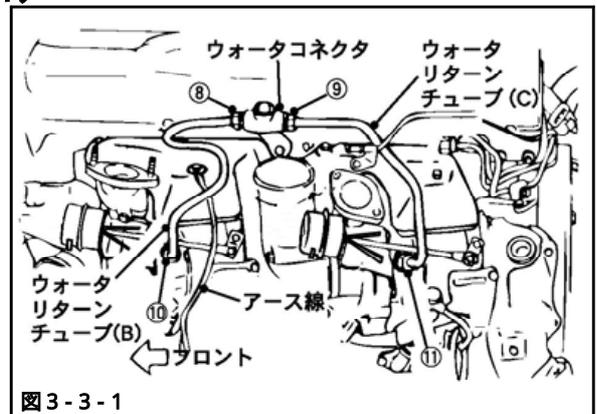

図3-3-1
- (1) ウォータコネクタを取付けてください。(図3-3-1)
- (2) 図3-3-1のナット ~ を全て仮締め後、本締めし、ウォータリターンチューブ(B), (C)を取付けてください。(図3-3-1)